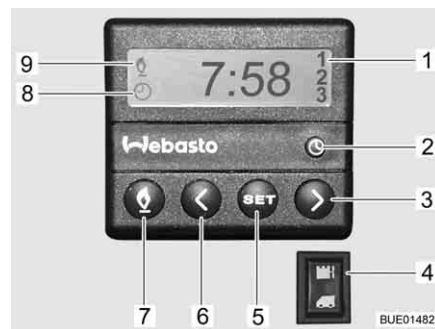

Fig. 213 Unidade de comando para o aquecimento auxiliar
- Prima a tecla (Fig. 213,7). O modo de aquecimento é mostrado por este símbolo (Fig. 213,9). A ventoinha só é também ligada a uma temperatura da água de refrigeração de 30 °C.
- Prima a tecla (Fig. 213,7). O símbolo (Fig. 213,9) apaga-se.
- Prima o interruptor (Fig. 213,4) em baixo. O motor é pré-aquecido. A ventoinha é imediatamente ligada adicionalmente.
- Prima o interruptor (Fig. 213,4) em cima. O motor mantém-se frio.
- Prima a tecla (Fig. 213,2). O acerto da hora é mostrado por este símbolo (Fig. 213,8).
- Com as teclas (Fig. 213,3 e 6), acerte a hora.
- Prima a tecla (Fig. 213,5).
- Dentro de 10 segundos, acerte o tempo de ligação com as teclas (Fig. 213,3 e 6).
- Prima tantas vezes a tecla (Fig. 213,5) até ser mostrado no display o número pretendido do programa (Fig. 213,1).